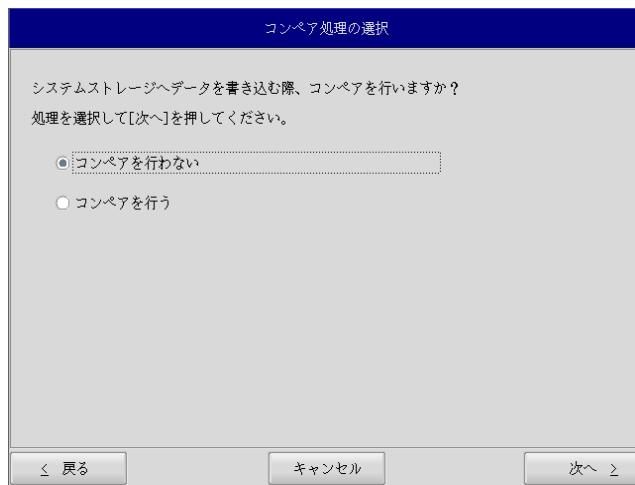

図5-2-5. コンペア処理選択画面
- ⑩ コンペア処理の選択画面(図5-2-5)が表示されます。